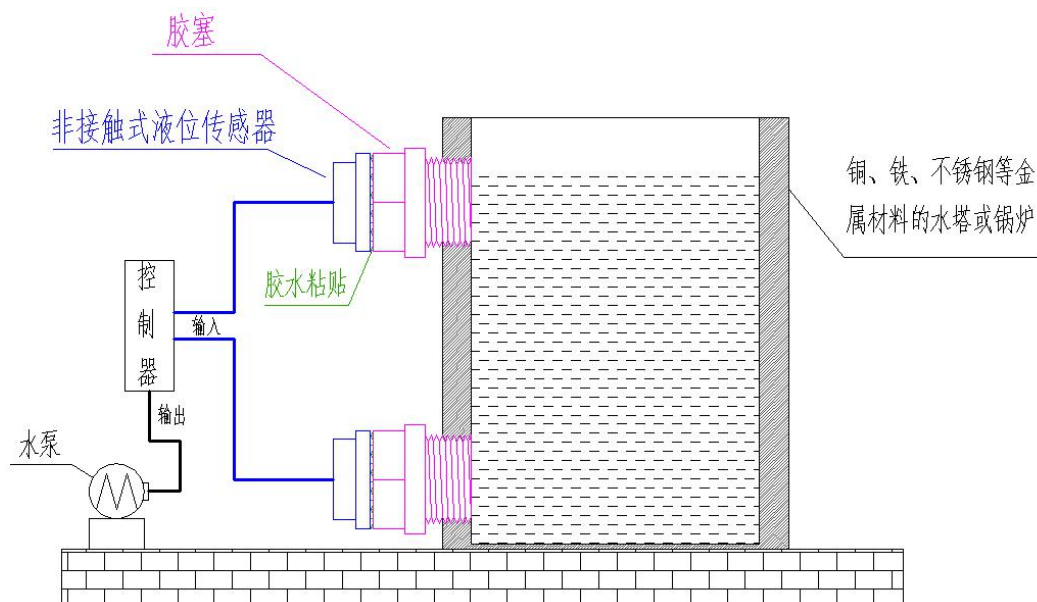
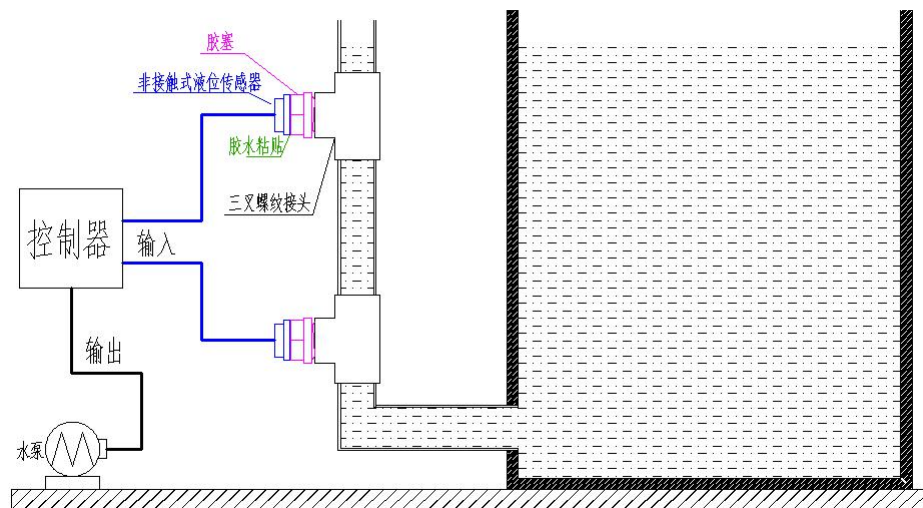

图 2 感应器在金属容器的安装示意图
图 3 感应器安装在外接管道三叉接头的安装示意图（金属、吸水性容器安装示意图）
- 4、用胶水将感应器粘贴在胶塞上，并用支架固定好，等胶水凝固后再取下支架。金属容器的安装示意如图 2。
陶瓷、瓦、砖、瓷砖、水泥、木板等材料制成的容器，其本身是属于绝缘体或弱导电性的。这类容器在不装水且干燥的情况下接近液位感应器可能不会被检测到，但是在容器里装水时容器壁会吸水，导致容器壁变成了导体；此时即使放完了容器的水，感应器接近容器壁时也会被检测到信号。如果要把感应器用于这一类材质的容器上，其安装方式应按照金属容器的安装方法，安装方法见“第二类：金属导电材料容器”及图 2；或者用外接管道的方式安装。见图 3、图 4。